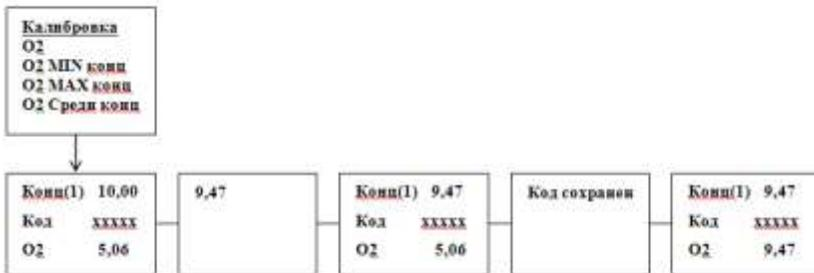

Рисунок 6
7.1.4 Войти в пункт «**О2 Макс конц.**». В систему подать ГСО-ПГС №4 (Приложение №4), (или другой газ, близкий к максимальной концентрации О2 рабочего диапазона). Ввести концентрацию кислорода ПГС в верхнюю строку «Конц(1) ХХХ». Для этого нажать клавишу «1», ввести числовое значение, соответствующее концентрации О2 в ПГС, подтвердить выбор клавишей «Enter». После стабилизации значения кода АЦП (строка «Код ХХХ»), подтвердить сохранение кода нажатием клавиши «Enter» (рисунок 6). Значение в строке «О2 ХХХ» должно соответствовать концентрации ПГС.
№3, Приложение №4). Ввести концентрацию кислорода ПГС в верхнюю строку «Конц(1)XXX». Для этого нажать клавишу «1», ввести числовое значение, соответствующее концентрации ПГС, подтвердить выбор клавишей «Enter». После стабилизации значения кода АЦП (строка «Код XXX»), подтвердить сохранение кода нажатием клавиши «Enter» (рисунок 6). Значение в строке «O2 XXX» должно соответствовать концентрации ПГС.